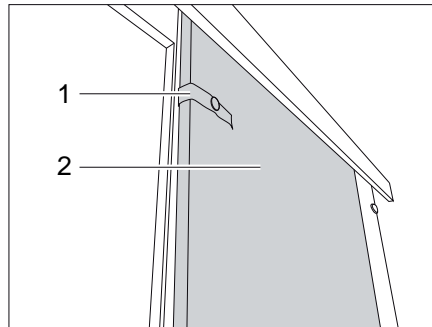

Bild 85 Skjutdörr
- Lossa säkringskedjan (Bild 85,1).
- Dra skjutdörren (Bild 85,2) till stängt läge.
- Dra skjutdörren (Bild 85,2) till öppet läge.
- Fäst skjutdörren med säkerhetsbandet (Bild 85,1).